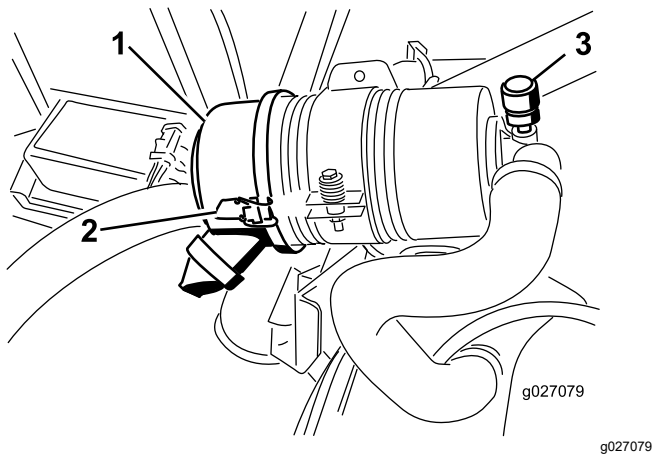

Figura 49
Effettuate la manutenzione del filtro dell'aria quando l'indicatore lo richiede (Figura 49). Sostituendo il filtro dell'aria prima del necessario si aumenta il rischio che la morchia penetri nel motore quando rimuovete il filtro.
2. Rilasciate i fermi che fissano il coperchio del filtro dell'aria al relativo corpo (Figura 49).